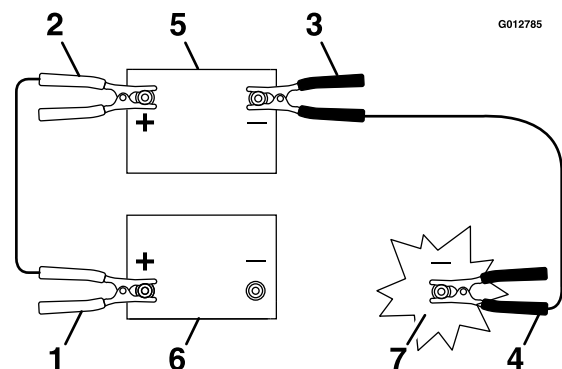

Figure 63
5. Connectez le câble positif (+) à la borne positive (+) de la batterie à plat qui est reliée au démarreur ou au solénoïde, comme montré à la Figure 63.